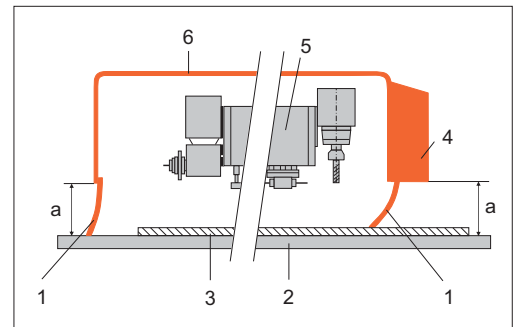

Fig. 2: dispositifs de protection d'une machine CNC à travailler le bois.
3. La machine est-elle munie d'un **protecteur fixe** dont l'arête inférieure est située à 400 mm max. (a) de la surface d'appui de la pièce? (Fig. 2 et 3) oui en partie non
4. Des **rideaux souples** couvrent-ils les ouvertures nécessaires pour l'usinage? (Fig. 2, pos. 1) oui en partie non